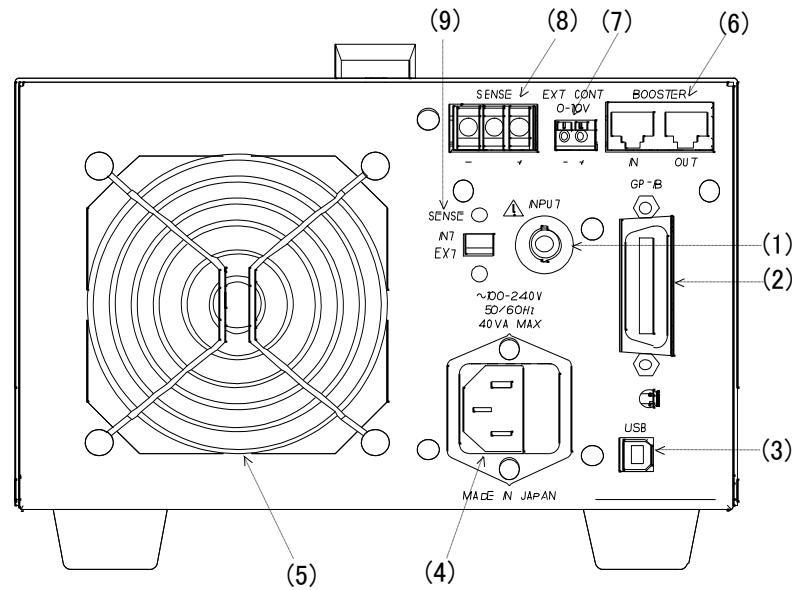

図 3-2-1 リアパネル
- ・ EXT 図 3-2-1 リアパネルの(8) に接続された電圧信号を選択します